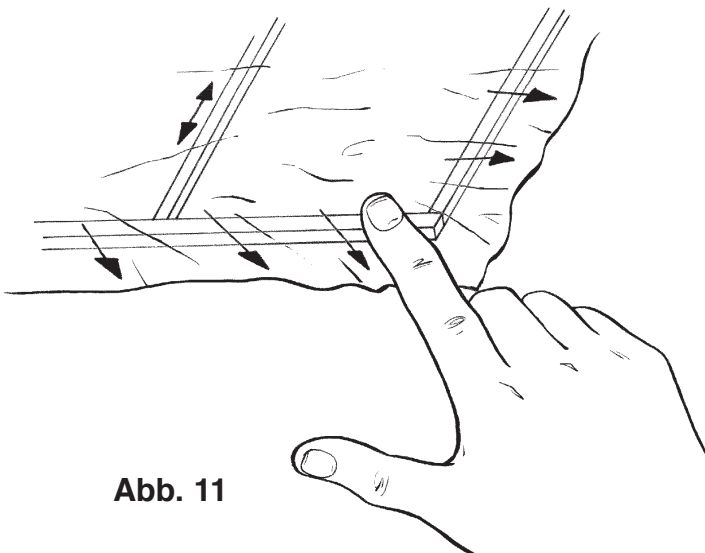

Abb. 11
7.2.4 Das aufgelegte Bespannpapier wird vorsichtig glattgezogen und auf der Oberseite leicht angedrückt. Dabei muß das Bespannpapier von innen nach außen angedrückt werden. (Abb. 11)